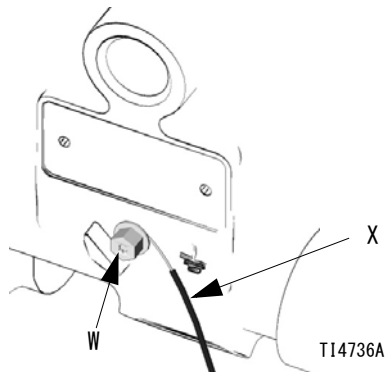

図 2: 接地線の接続
- ポンプ：図2に示すように接地線とクランプを接続します。接地ネジ (W) をゆるめます。最小断面積 12 ga. (1.5 mm²) の接地ワイヤ (Y) の一方の終端を接地ネジの背部に挿入し、ネジをしっかりと締めます。接地線のクランプ側を大地アースに接続します。設置線とクランプの注文部品番号は 222011 です。